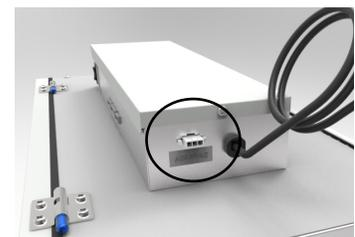

Figure 1
**Si l'AAF est installé de manière à ce que le propriétaire puisse éteindre l'AAF, nous recommandons d'installer un volet d'arrêt mécanique entre l'air d'alimentation de l'AAF et le conduit d'air de retour du système à air pulsé qui se ferme lorsque l'AAF ne fonctionne pas. Pour installer un volet d'arrêt mécanique sur le produit, localisez le connecteur auxiliaire sur le côté du boîtier électrique. Voir Figure 1. À l'aide du faisceau de câbles inclus, connectez l'accessoire au produit.**